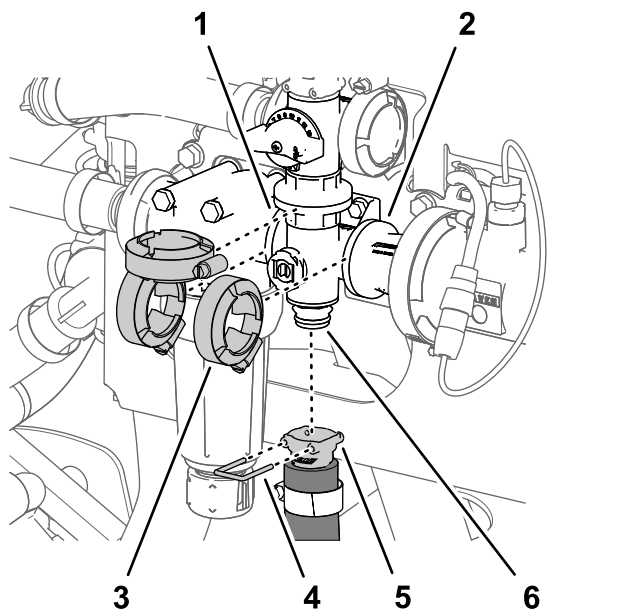

Figure 123
1. Retirez l'étrier qui fixe le raccord rapide du flexible d'agitation au collecteur de la vanne d'agitation (Figure 123).
2. Retirez les 3 colliers bride qui fixent le collecteur de vanne d'agitation aux brides de la tête du filtre de pression et à l'adaptateur de raccordement (Figure 123).